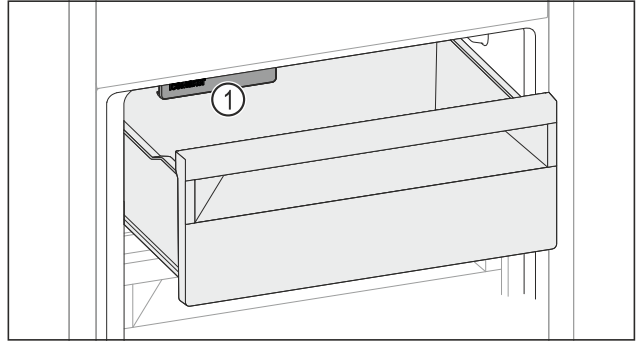

Fig. 140
- ▶ IceMaker Fig. 140 (1) berücksichtigen.